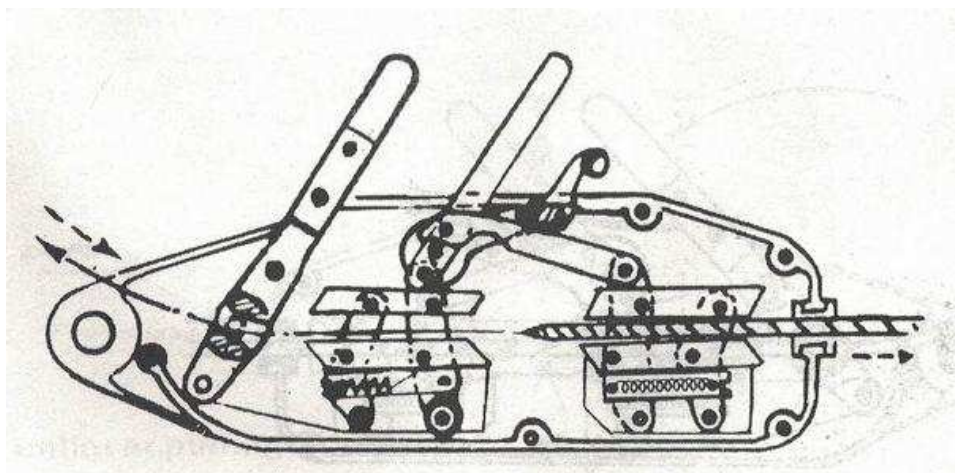

Fig1 Passage du câble dans le tire-fort
1. Mouflage : (Fig 1) Avec le bout du câble et en appuyant sur le tire-fort, appuyez sur la poignée. Lorsque vous entendrez un déclic, les mâchoires seront ouvertes. A ce moment là, vous pourrez tirer le câble par le trou à l'arrière du tire-fort. Une fois le câble sorti, vous pourrez le tirer jusqu'à obtenir la longueur désirée. Vous pourrez alors remettre la poignée en place pour serrer le câble. Lorsque vous ferez le mouvement le levier, le câble rentrera d'un coté et sortira de l'autre. Le tire-fort est donc prêt à être utilisé.
d) Retirer le câble (Fig 1) : Lorsque vous avez fini le travail, les mâchoires seront desserrées dès que vous aurez appuyez sur la poignée de relâchement. et vous pourrez alors enlever le câble du tire-fort.